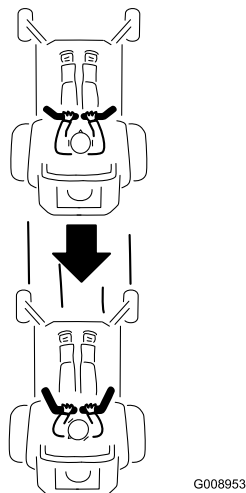

Figura 19
2. Per procedere in retromarcia, guardatevi indietro e verso il basso man mano che tirate lentamente all'indietro le leve di controllo del movimento (Figura 19).
Per spostarvi in linea retta, applicate una pressione identica su entrambe le leve di controllo del movimento (Figura 19).